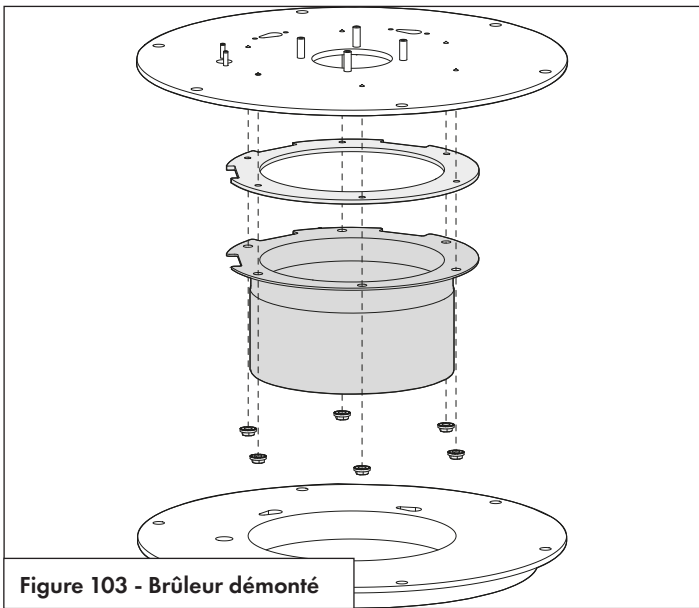

Figure 103 - Brûleur démonté
2. Réassemblez l'unité du brûleur. Tous les composants doivent être installés comme illustré dans la Figure 103.